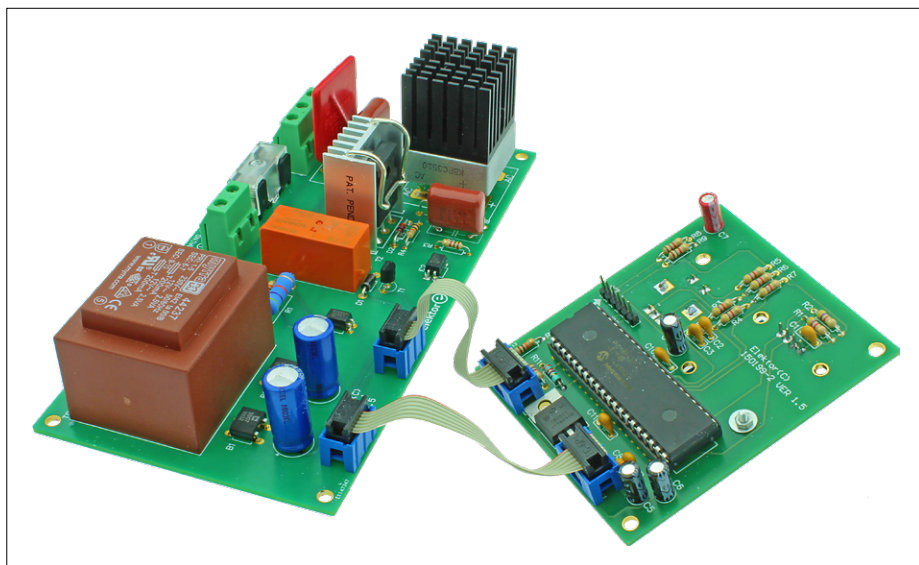

Figure 6. La carte µC et la carte électronique de puissance connectées par deux câbles plats à 6 brins.
- Interconnectez les cartes avec les deux câbles plats IDC à 6 brins (fig. 6).